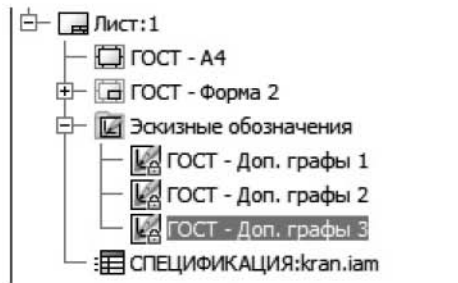

Рис. 9.18. Браузер, раздел Эскизные обозначения
3. В браузере удалите в разделе Лист 1 ► Эскизные обозначения ► Доп. графы 3 (рис. 9.18).